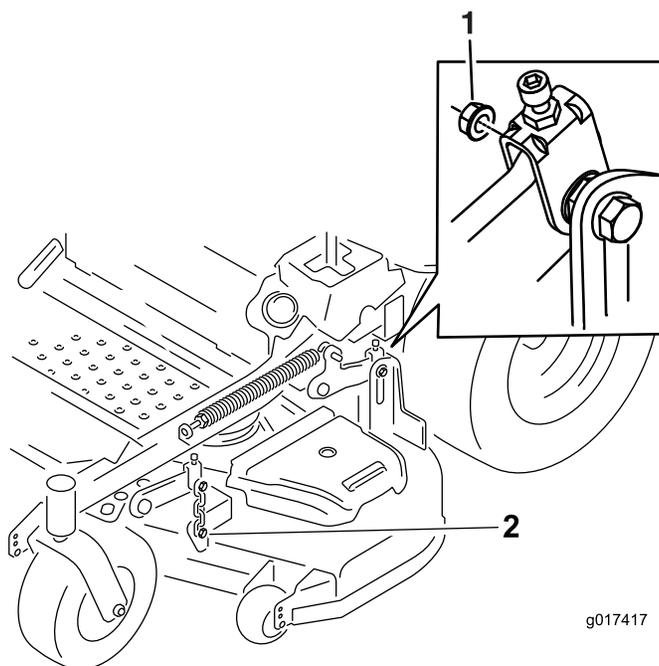

Figure 86
7. Enlevez et mettez de côté les fixations des deux côtés du plateau, comme montré à la Figure 86.